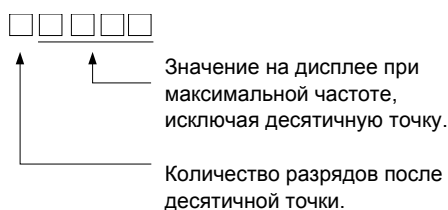

Рис. 6.61 Принцип настройки шкалы для ПИ-регулятора
- от 40 до 39999: Шкала, задаваемая пользователем. Установка максимального отображаемого значения в формате, приведенном на *Рис. 6.61*